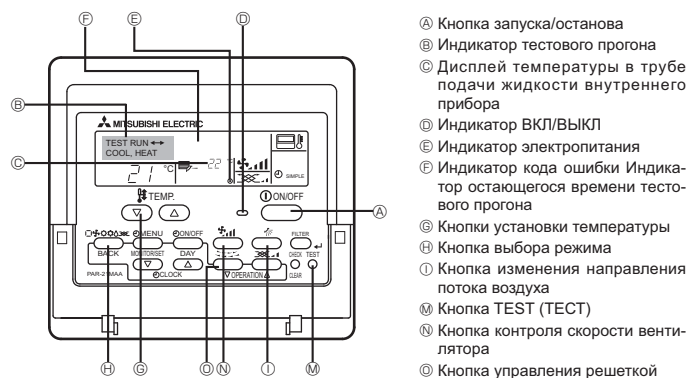

Fig. 6-1
6. Выполнение испытания (Fig. 6-1)
Использование проводного пульта дистанционного управления (Fig. 6-1)